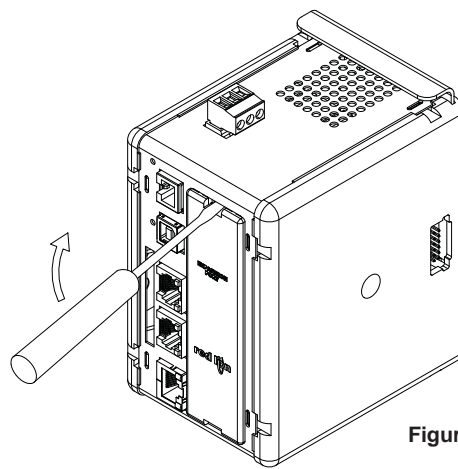

Figure 2
2. Insérer un tournevis à tête plate dans la fente située en haut du cache du port d'extension. Appuyer délicatement vers le haut avec le tournevis jusqu'à ce que le cache du port d'extension se détache de l'unité, comme illustré sur la Figure 2.